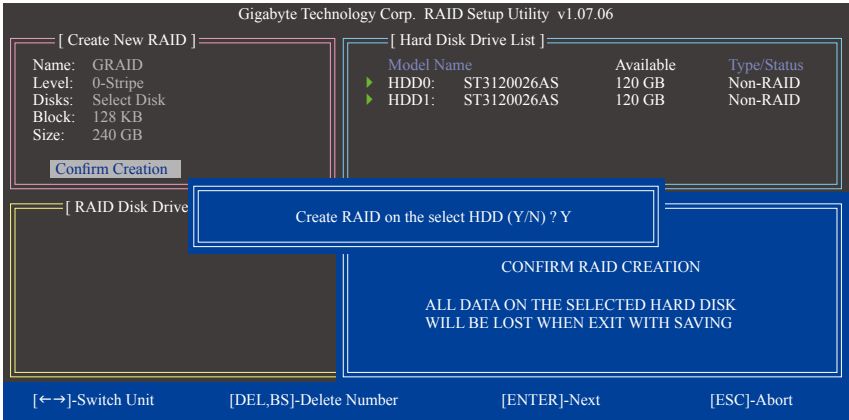

图7
6. 确认建立磁盘阵列(Confirm Creation): 完成以上设定后光标将自动跳至「 Confirm Creation」项目, 请按<Enter>键, 当确认信息出现时, 确定制作磁盘阵列请按<Y>, 取消请按<N> (图7)。